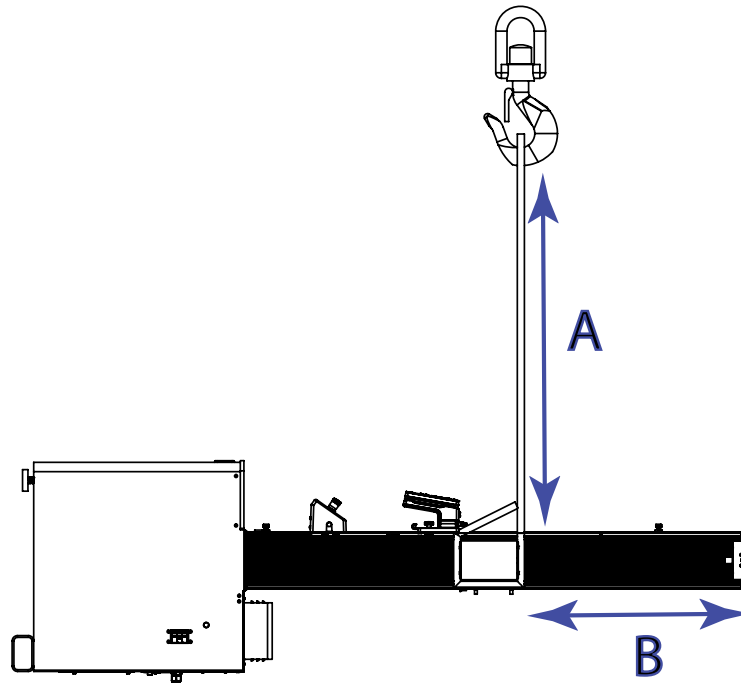

Figura 24. Colocación de las eslingas de elevación
2. Coloque las dos eslingas de elevación en la cruceta y engánchelas al gancho de la grúa como se muestra en la Figura 24 en la página 84. Si utiliza cadenas en lugar de eslingas, envuelva la cruceta y la placa superior con un material protector para evitar arañazos y daños superficiales.
La longitud de la eslinga (A en la Figura 24 en la página 84) debe ser mayor que la distancia necesaria para que haya espacio suficiente para la placa superior (B en la Figura 24 en la página 84). De este modo, se garantiza que el gancho no provoque daños en el bastidor durante la elevación.